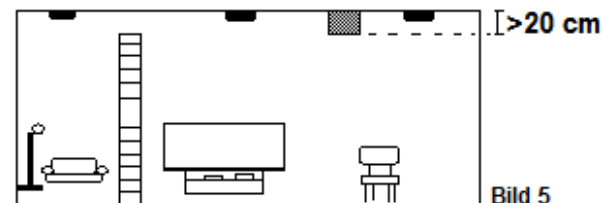

Bild 5
-die Raumdecke durch Unterzüge (z.B. sichtbare Holzbalken) mit einer Höhe von mehr als 20cm unterteilt ist und die Fläche der einzelnen Deckenfelder größer als 36m2 ist. (siehe Bild 5)